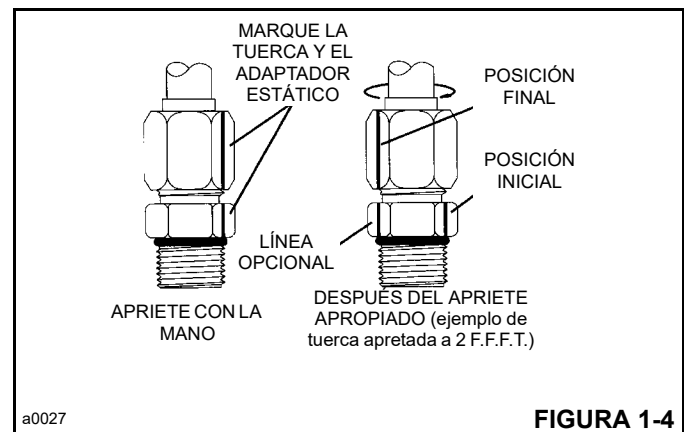

FIGURA 1-4
- Opcional para el apriete futuro de la misma conexión: extienda la línea desde la tuerca en su nueva ubicación hasta la parte hexagonal del adaptador estático o la lumbrera (Figura 1-4).